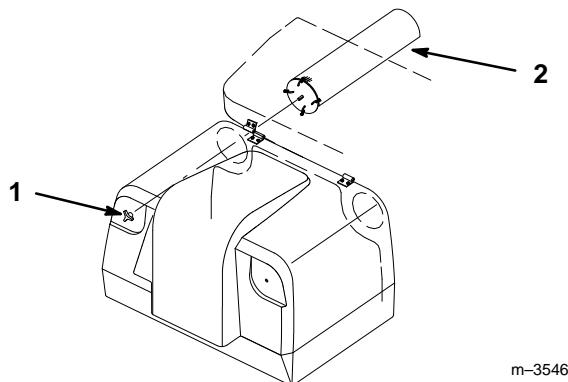
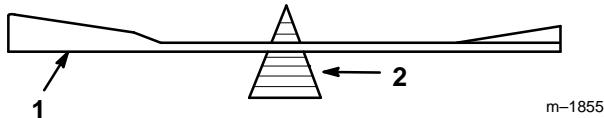

Figure 54
Figure 62
2. Tenir le couvercle ouvert, dévisser les boutons du haut de la face avant du bac et extraire les grilles par l'arrière du bac (Fig. 54).
4. Remettre les grilles en place et revisser les boutons (Fig. 54). Refermer le couvercle du bac et le verrouiller.
Tenir la lame par l'extrémité avec un chiffon ou un gant épais. Retirer de l'axe le boulon de porte-lame avec sa rondelle et son entretoise, puis retirer du porte-lame les boulons de lame et leurs écrous (Fig. 54).
2. Vérifier l'équilibre de la lame en la plaçant sur un équilibrEUR (Fig. 62). Si la lame reste horizontale, elle est équilibrée et peut être utilisée. Si la lame est déséquilibrée, limier un peu l'extrémité de la partie incurvée (Fig. 54). Vérifier de nouveau et répéter la procédure jusqu'à ce que la lame soit équilibrée.